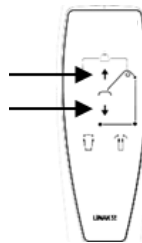

Fig. 1.6H
6. Antes del primer uso y después de cada uso, hay que restablecer la caja de control pulsando los botones arriba/abajo a la vez en el control manual. (Fig 1.6H). véase la sección 3.2 – Uso de la caja de control.